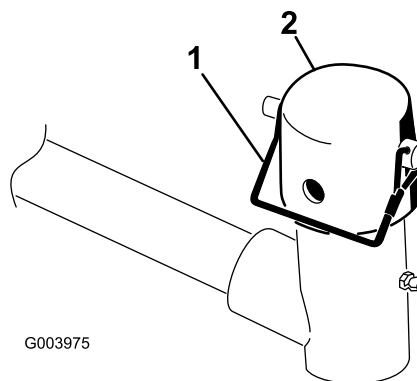

Рисунок 6
5. На каждом подъемном рычаге режущего блока снимите стопорный штифт, который крепит крышку к поворотной втулке, и снимите крышку (**Рисунок 6**).